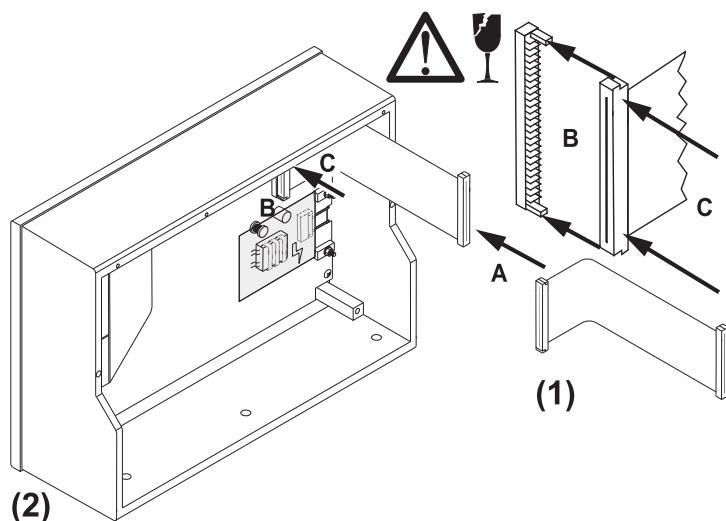

Bild D 7-9: Aufstecken des Flachband-Anschlusskabels auf die Displayplatine
8. Nehmen Sie das flache Display-Kabel (A) und platzieren Sie den zuletzt gelösten Steckverbinder exakt zwischen den beiden Führungsstiften der Anschlussleiste auf der Display-Platine (B). Drücken Sie ihn mit leichtem Druck fest (C). Achten Sie darauf, den Anschlussverbinder und das flache Display-Kabel nicht zu beschädigen! Ordnen Sie das Kabel so an, wie es in Bild D 7-9 gezeigt ist.